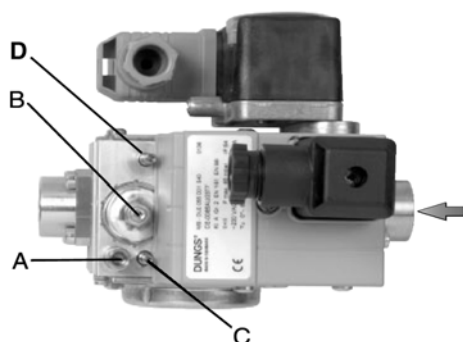

Рис. 8
- 4 согласно ссылке, данной на Рис. 8, закрепить фланец к шпилькам котла с помощью гаек **D**, не затягивая их полностью;
1. отвинтить винт **А** (Рис. 8) забора давления и подсоединить манометр;
2. установить на минимальное значение регулятор давления, поворачивая регулировочный винт **В** (Рис. 8) против часовой стрелки;
4. отрегулировать пламя на фазе розжига, используя байпас **С** (см. Рис. 8 п.10). При вращении по часовой стрелке расход газа уменьшается, а против часовой стрелки - увеличивается. Рекомендуется не увеличивать сильно расход при розжиге, чтобы не влиять на эффективную работу стабилизатора **В** (Рис. 8).
Воздействовать на регулятор давления до тех пор, пока не получите желаемый расход, с помощью регулировочного винта **В** (Рис. 8): для увеличения расхода крутите винт по часовой стрелке, для его уменьшения - против часовой стрелки.
Регулировочный клапан D редуктора основного количества газа на заводе - изготовителе оставляется в полностью открытом состоянии: его положение не должно НИКОГДА изменяться! После выполнения всех настроек, закрутить стопорный винт **А** (Рис. 8) в отверстие для измерительного прибора.